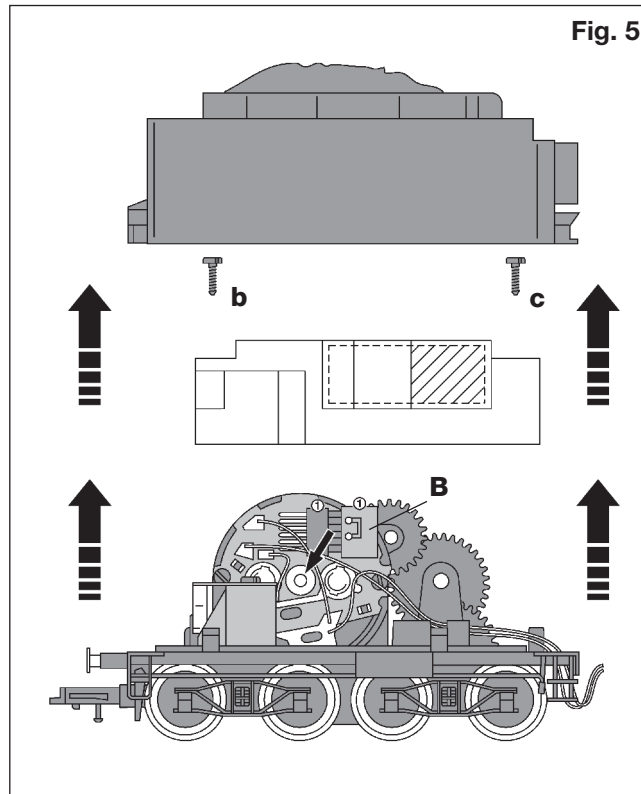
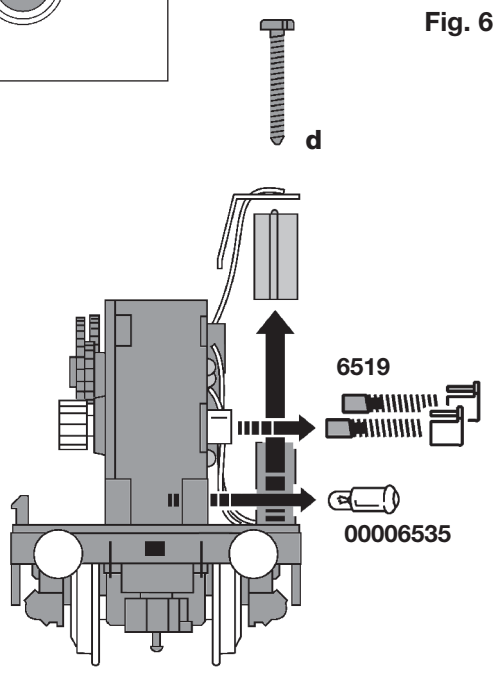

Fig. 5
Fig. 6
Zum Austausch der Ersatzschleifkohlen, der Ersatzglühlampe, dem Einbau eines digitalen Empfängerbausteins und zum Ölen von Motor und Getriebe das Tendergehäuse seitlich spreizen und nach oben abziehen. Schrauben **b** und **c** lösen und die Beschwerung entfernen (Fig. 5).
Auf die schraffierte Fläche kann ein **DCC-DECODER 687403** mit 6-poligem Stecker (**NEM 651**) geklebt werden. Brückenstecker **B** herausziehen. Stecker des Decoders so einstecken, dass die Markierungen "1" von Stecker und Schnittstelle auf derselben Seite gegenüberliegen (Fig. 5). Beim Einbau bitte die Betriebsanleitung des Decoders beachten.
Schraube **d** entfernen und Lampenfederung senkrecht nach oben abnehmen (Fig. 6).
Kohlenrohrkappen abziehen (Fig. 6), Federn und Kohlen herausziehen. Neue Kohlen/Federn einsetzen. Kohlenrohrkappen wieder aufsetzen.
Opening the tender: To change the brushes, bulbs, to install the digital decoder (not AC-version) and to oil the motor and gears, the tender body un-clips. Spread out the sides a little and pull upwards. Remove screws **b** and **c**. Remove weight (Fig. 5).
Installing the digital decoder: A 6-pole **DCC-DECODER 687403 (NEM 651)** can be glued onto the crosshatched surface (Fig. 5).
Pull out jumper **B**. Insert the decoder's plug, making sure that the markings "1" on plug and interface are situated on the same side (Fig. 5). Please consult the instructions included with the DECODER for fitting advice. **Make sure that there can be no short circuit between the decoder plug and the motor face-plate (use the second adhesive strip included with the decoder).**
Bandages de rechange : 00544007. Pour remplacer les balais, les ampoules ou pour effectuer le graissage du moteur et du mécanisme, il faut enlever la carrosserie de tender. Pour cela il faut écarter légèrement les parois et soulever la carrosserie. Défaitez les vis **b** et **c**. Enlever le ballast (Fig. 5).
Lampe de rechange (tender) : 00006535. Pour changer la lampe dévissez le vis **d** et soulever le support-contact (Fig. 6). Tirez lampe.
Montage d'un module récepteur digital (pas version CA) : La zone hachurée permet de coller un **DCC-DECODER 687403 (NEM 651)** à 6 pôles (Fig. 5). Retirez la fiche de pontage **B**. En place de la fiche de pontage, insérez la fiche du decodeur. Ici, veillez à ce que les repères ① dans l'interface et fiche soient du même côté. Pour le montage, se référer au mode d'emploi du DECODER. **Pour éviter les courts circuits, veillez à l'isolement entre le connecteur et le carter moteur (utiliser pour cela le deuxième ruban adhésif du decodeur).**
Als de koolborstels of lampjes moeten worden verwisseld en als de loc moet worden geolied moet de tenderkap worden verwijderd. Dat an door de carrosserie van de tender licht aan de zijkant uit te buigen en naar boven te trekken. De schroeven **b** en **c** losdraaien. Ballast eruitnemen (Fig. 5).
Het inbouwen van een digitale ontvangerbouwsteen (niet voor AC-versie): Op de gemarkeerde plaats kan een 6-polige **DCC-DECODER 687403 (NEM 651)** geplakt worden (Fig. 5). De verbindingstekker **B** eruit trekken. De 6-polige stekker van de decoder zo in de adapter stekken, dat de markeringen "1" aan dezelfde kant komen. Bij het inbouwen a.u.b. de handleiding van de DECODER raadplegen. **Om kortsluiting te vermijden dient u er op te letten dat de interfacestekker van het motorlagerschild wordt geïsoleerd (gebruik hiervoor de extra plakstrook die bij de decoder wordt meegeleverd).**
For indbygning af **DCC-Decoder**, udskiftning af kul eller pære, afmonteres tenderoverdelen. Skruerne **b** og **c** fjernes, huset spredes lidt og trækkes ovenud. Vægtklodsen afmonteres (Fig. 5).
Indbygning af digital mondtagerenhet (ikke for AC-versie): En 6-polet **DCC-DECODER 687403 (NEM 651)** kan monteres på det skraverede felt (Fig. 5). Det oprindelige hanstik **B** trækkes ud. Det 6-polede stik på decoderen sættes i hunstikket, bemærk at markeringen "1" skal ligge på den samme kant. Følg vejledningene vedlagt DECODEREN.
Udskiftningpære (tender): 0006535. Udskiftning af pærer: Huset spredes lidt og trækkes ovenud (Fig. 5). Skruerne **d** fjernes (Fig. 6), holderen trækkes ovenud. Pæren løftes ovenud. Montering i omvendt rækkefølge.
Udskiftning af kul 6519: Overdelen løftes ovenud. Træk de 2 holdesklemmer udad (Fig. 6). Trækkes ud kul. Montering i omvendt rækkefølge.
Per sostituire la spazzola di carbone, la lampadina e oleare le motore, togliere il mantello del tender. Per togliere il mantello del tender bisogna staccare lateralmente la cassa e tirarlo verso l'alto. Svitare le viti **b** e **c**. Eliminare la zavorra (Fig. 5).
Lampadina di ricambio (tender): 0006535. Per sostituire la lampadina rimuovere le viti **d** e togliere il supporto verso l'alto (Fig. 6). Estrarre la lampadina.
Montaggio di un modulo di ricezione digitale (non per la CA-versione): Sul piano tratteggiato può essere incollare un **DCC-DECODER 687403 (NEM 651)** a 6 poli (Fig. 5). Estrarre la spina di ponticello **B** e inserire lo spinetto a 6 poli del decoder nel connettore in modo tale che i segni di riferimento "1" siano sullo stesso angolo. Prima di procedere al montaggio, consultare il manuale di funzionamento del DECODER. **Per evitare corto-circuiti assicurarsi che il connettore d'interfaccia alla protezione del cuscinetto venga isolato (utilizzare il secondo nastro adesivo del decoder).**